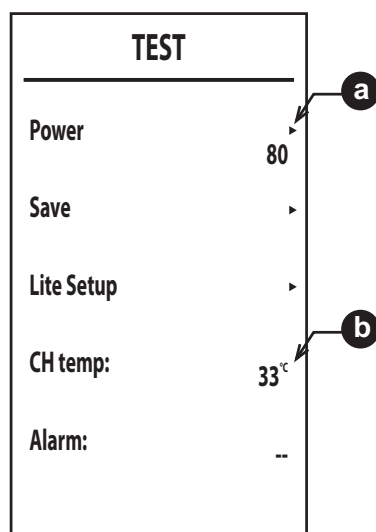

fig. 37
- Appuyez sur les boutons de chauffage pour faire défiler les 3 premiers éléments (Power, Save, Lite Setup - fig. 37) appuyez sur le bouton pour confirmer votre choix.